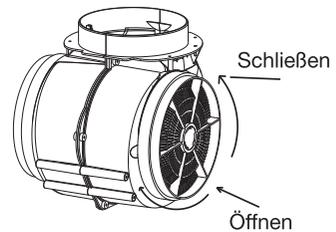

Abbildung 12
### • INSTALLATION DES AKTIVKOHLEFILTERS (OPTIONAL) SIEHE ABBILDUNG 12
– Der Aktivkohlefilter (*Abbildung 12*) befinden sich an beiden Enden des Motors. Drehen Sie die Aktivkohlefilter gegen die Drehrichtung der Uhrzeiger, bis Sie sie abgeschraubt haben.